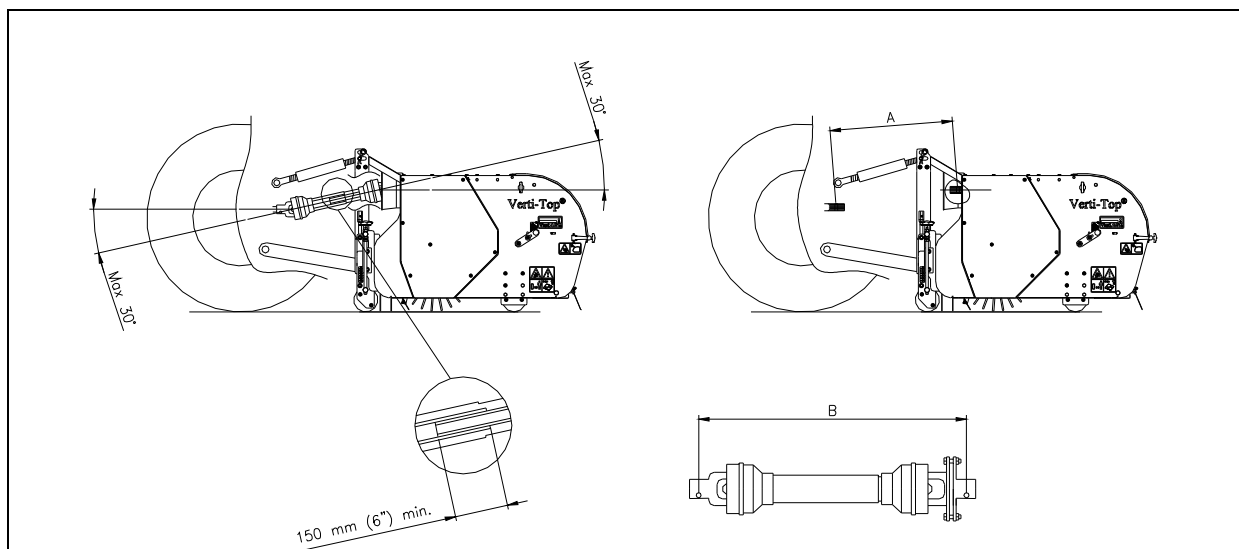

Fig. 10
4.1 LUNGHEZZA DELLA PTO (Fig. 10)